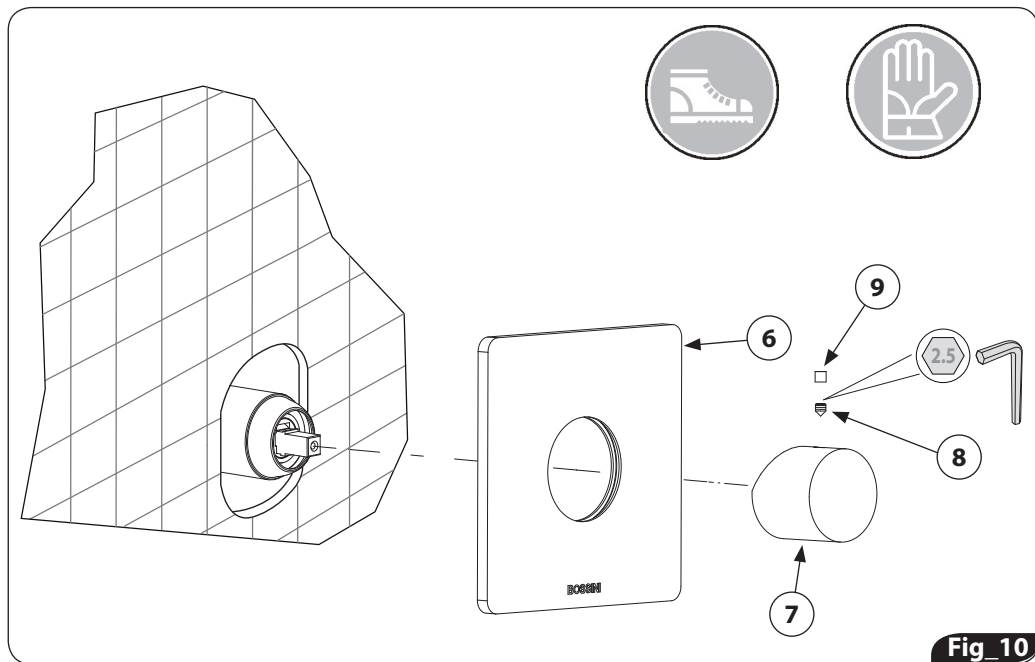

Fig 10
2. Rimuovere il tappino (9) e svitare il grano (8); sfilare la maniglia miscelatrice e di erogazione (7); togliere infine la piastra di copertura (6). (fig. 10)
2. Remove the cap (9) and unscrew the threaded pin (8); extract the mixing/on-off handle (7); finally remove the cover plate (6). (fig. 10)
- 2. Den Pfropfen (9) entfernen und den Gewindestift (8) abschrauben; den Mischungs-/Ein-Aus-Griff (7) herausziehen; endlich die Abdeckplatte (6) entfernen. (Abb. 10)